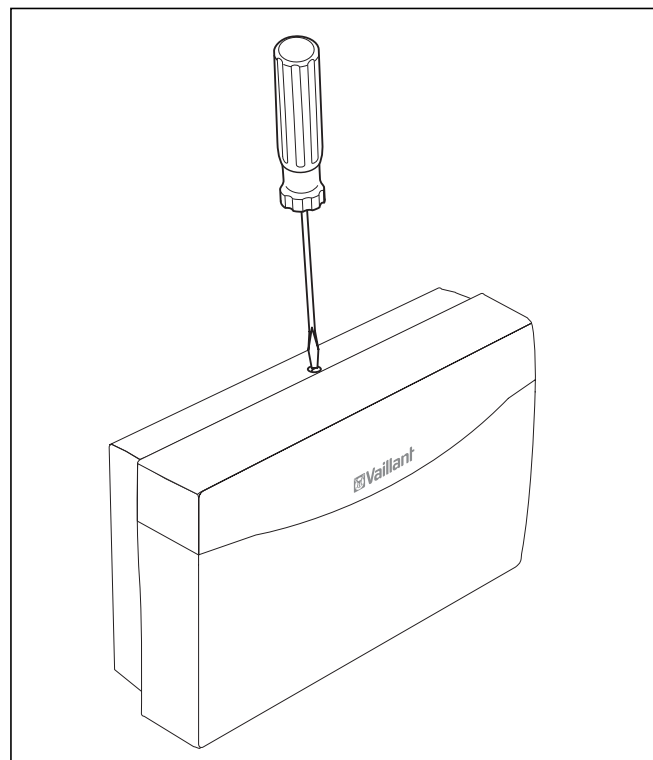

Fig. 5.1 Åbning af huset
- ⇒ Markér de to fastgørelsespunkter i henhold til fastgørelseshullerne (1) på et egnet sted.
- ⇒ Skru husdækslet fast svarende til fig. 5.1.